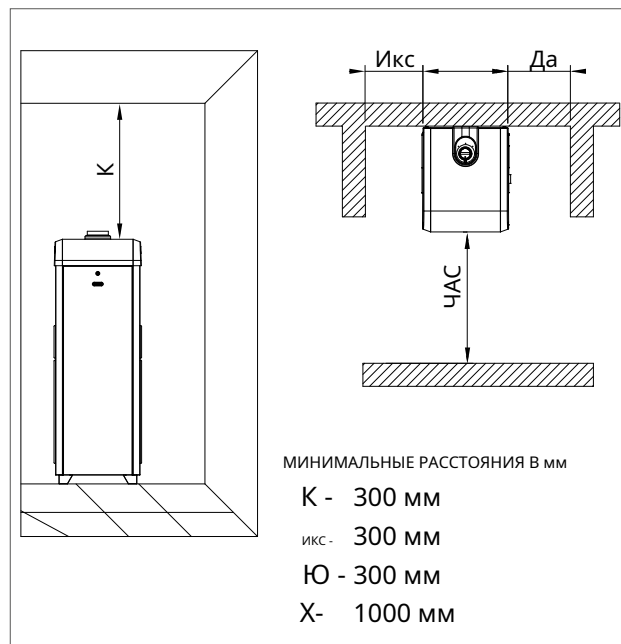

рисунок 1
- › отрежьте фиксирующую планку (см. А-рис.1);
- › снимите картонную коробку, подняв ее вверх (см. Б-рис.1);
- › сдвиньте котел в сторону и снимите поддон под ним (см. С-рис.1).